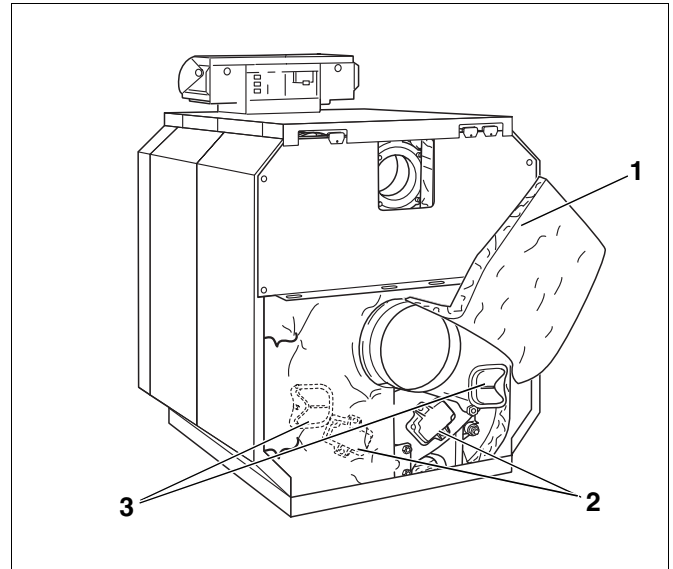

Abb. 75 Reinigungsdeckel demontieren
- Spannfeder unterhalb des Abgasstutzens lösen, den Wärmeschutz nach oben klappen und mit der Spannfeder einhängen (Abb. 75, **Pos. 1**).
- Die Reinigungsdeckel am Hinterglied (Abb. 75, **Pos. 2**) und am Abgassammler (Abb. 75, **Pos. 3**) entfernen.